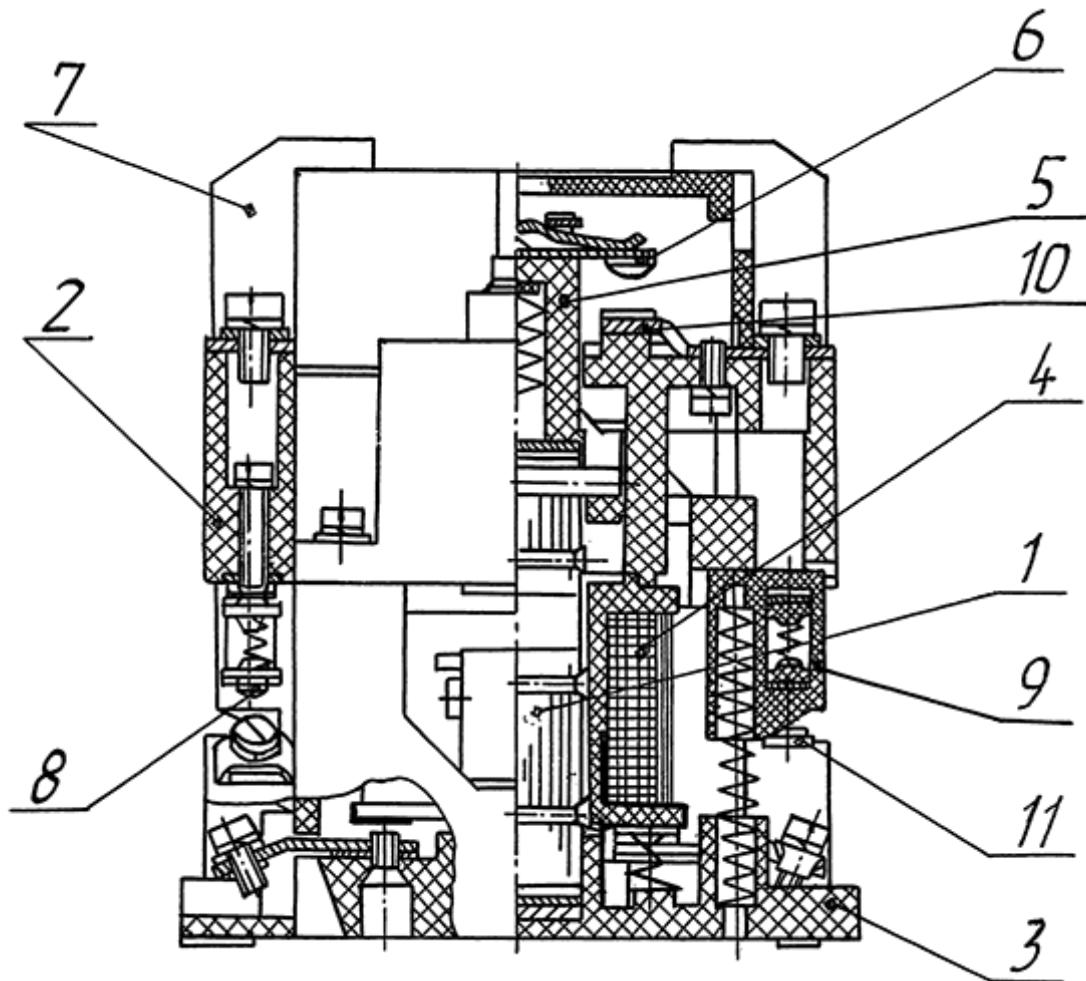

Рисунок 1 - Контактор ПМЕ-211
1.4.1. Магнитные пускатели ПМЕ-200 изготавливаются на базе электромагнитного контактора ПМЕ-211 (Рисунок 1) и электротеплового реле РТТ-141.